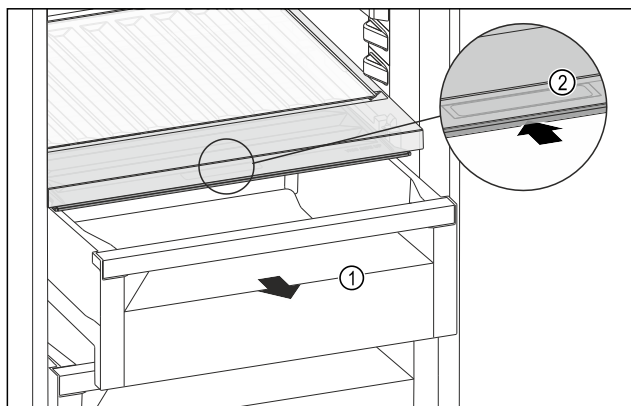

Fig. 119
- Træk skuffen Fig. 119 (1) ud.
- Tag fat i grebsforsænkningen Fig. 119 (2) i bokslåget, og skub samtidigt bokslåget tilbage.